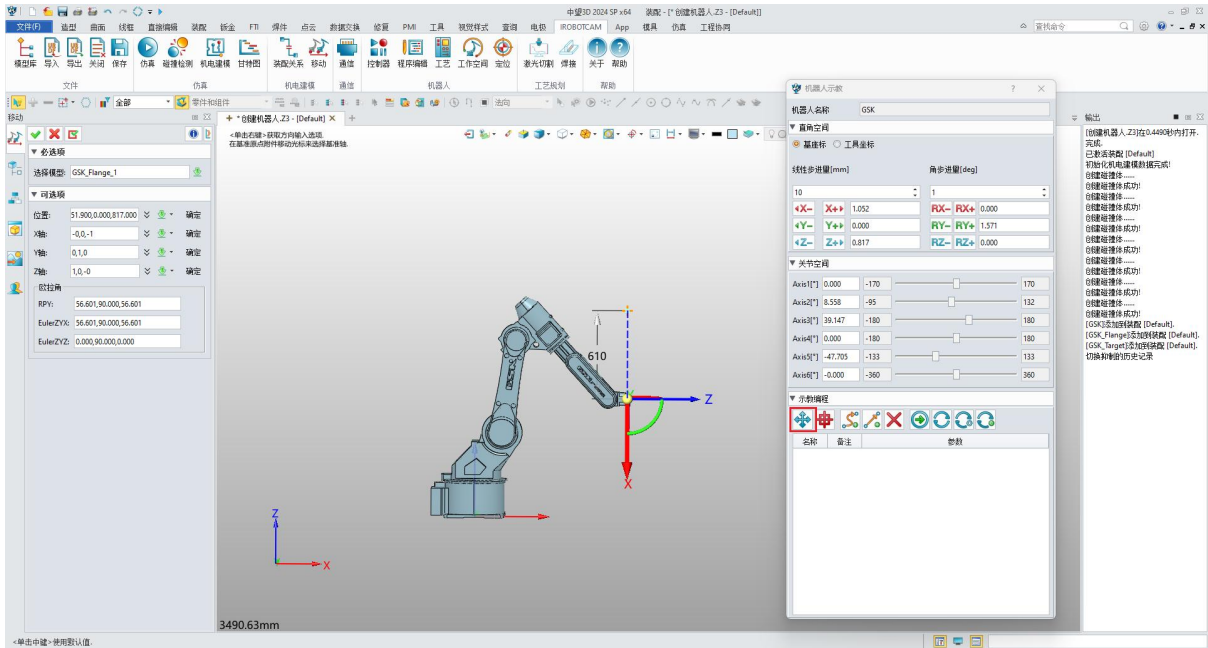

图 8-19：拖动示教
- 在“机电建模”窗口中，单击“传感器和执行器”，右键单击并选择“添加机器人”（图 8-19）。